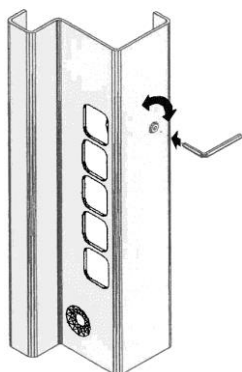

Fig. d5
- Allentare la vite M5 del registro come in fig. d5 e farla ruotare fino a trovare la posizione ideale per eliminare il gioco tra anta e telaio a porta chiusa.
- Slacken the screw M5 of the adjuster and turn it as in fig. d5, to find the ideal position eliminating any clearance between leaf and door frame when the door is closed. Make sure however that no unnecessary force is needed on the key to open the door.
- Desserrer la vis M5 de réglage comme l'indique la fig. d5 et faire tourner la came, en essayant jusqu'au moment où l'on trouve la position idéale pour éliminer le jeu entre le vantail et le cadre lorsque la porte est fermée, mais en évitant de devoir exercer un effort excessif sur la clé pour ouvrir la porte.